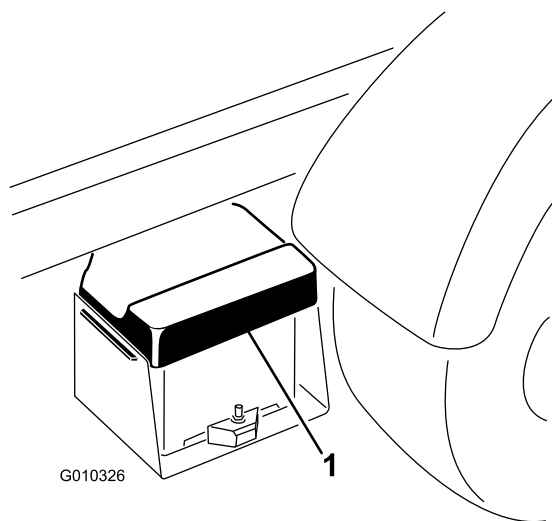

Figura 50
1. Stringete il coperchio della batteria per liberare le linguette dalla cassetta della batteria, quindi rimuovete il coperchio della batteria dalla cassetta della batteria stessa (Figura 50).